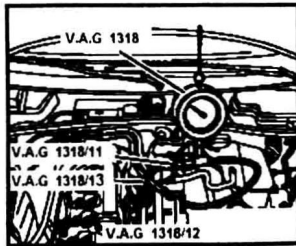

图 1-1-17 示意图
(3) 如图 1-1-17 所示，打开压力测量仪上的螺栓。杆应该指向燃油流动方向。启动发动机，使之怠速运转。测量燃油压力，标准值约为 0.35MPa。